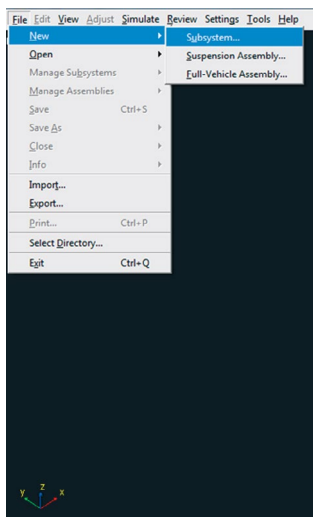

Figura 4.111 – Criando o *Subsystem*.
- Para criar o *subsystem*, acesse o menu *File* → *New* → *Subsystem* (Figura 4.111).